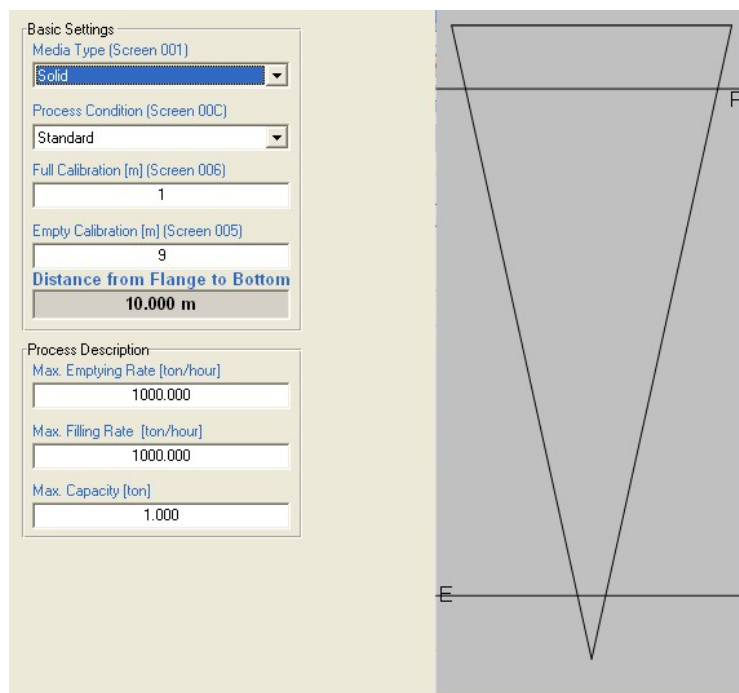

Рисунок 20
- a. Ёмкость имеет форму конуса высотой 10 метров – см. Рисунок 20: